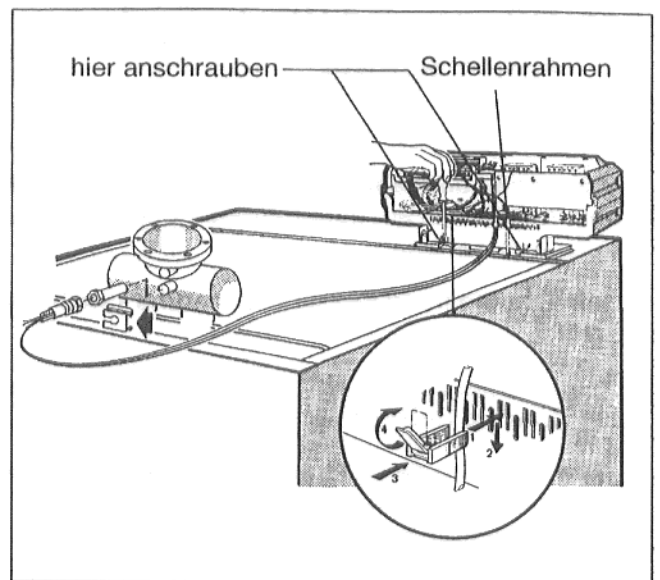

Abb. 53
- Sockel des Regelgerätes im Kabeldurchgang mit zwei Blechschrauben links und rechts auf dem Adapterblech anschrauben (Abb. 53).